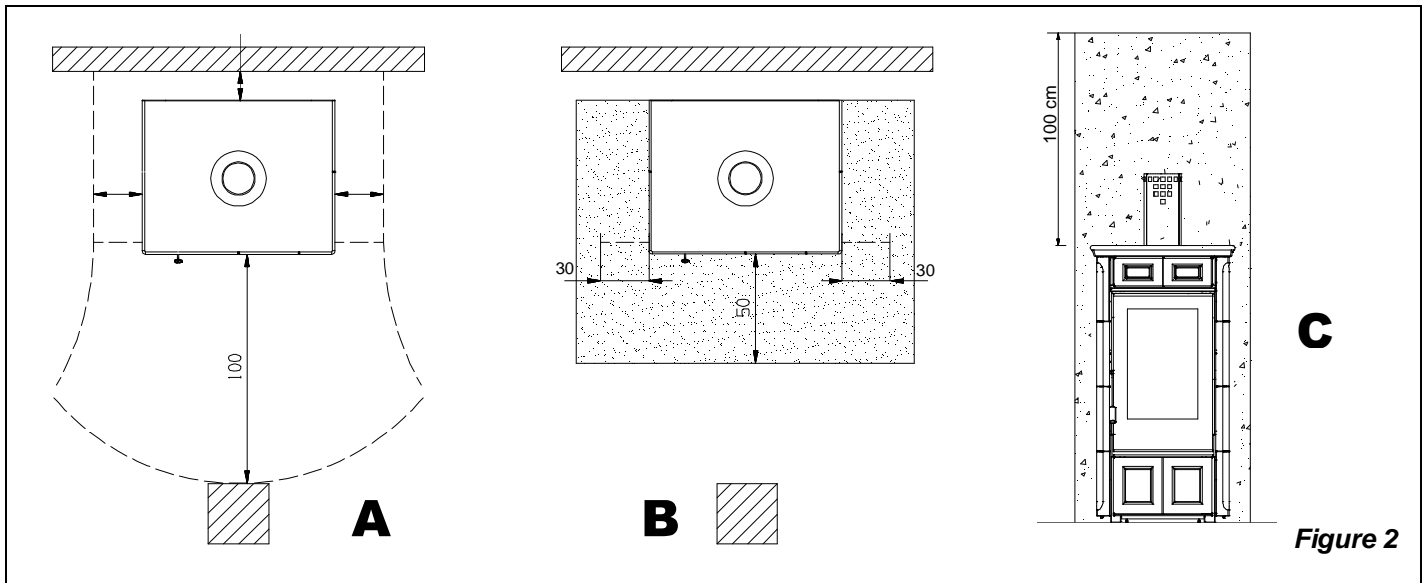

Figure 2
- a) pour assurer une isolation thermique suffisante, respecter la distance minimale de sécurité entre le poêle et les éléments de construction et objets inflammables et sensibles à la chaleur (meubles, revêtements en bois, tissus, etc.) (voir Figure 2 A). **Toutes les distances minimales de sécurité sont indiquées dans l'étiquette du produit et on ne doit PAS descendre au-dessous des valeurs indiquées.**
- c) si le produit est installée sur un sol de matériau inflammable, prévoir une base ignifuge. **Les sols composés par matériaux inflammables**, comme moquette, parquet ou liège etc., **doivent être remplacés** pas une couche de matériel pas inflammable, par exemple céramique, pierre, vitre ou acier etc.. (dimensions selon les dispositions régionales). Le fond doit dépasser de face d'au moins **50 cm** et latéralement d'au moins **20 cm** l'ouverture de la porte de remplissage (voir Figure 2 **B**).
- e) Dans le cas ou le poele est installé sur une paroi avec **matériel inflammable**, il faut **absolument remplacer** la partie de la paroi en contact avec le poele, par une couche de matériel pas inflammable. Par exemple céramique, pierre, vitre ou acier, etc. La partie de la paroi remplacée doit avoir la même largeur du poele et, en comptant du sol, doit dépasser la partie supérieure du poele au moins de **100 cm** (Figure 2 **C**).